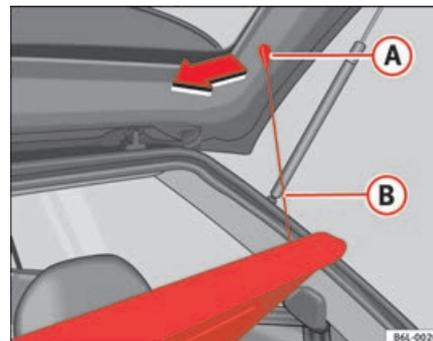

Fig. 90 Chapeleira
- Desengate os tirantes ⇒ fig. 90 **B** dos alojamentos **A**.